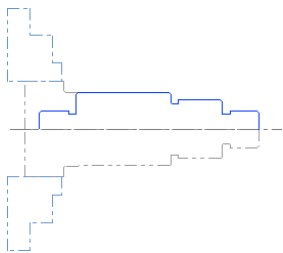

图 18.10 选取图形
Step2. 在“车削素材翻转 属性”对话框的 **图形** 区域中单击 **选择...** 按钮，框选图 18.10 所示的模型边线，按 Enter 键；在 **素材的位置** 区域的 **起始的位置:** 文本框中输入值 90.0，在 **调动后的位置** 文本框中输入值 15.0；在 **最后的位置:** 区域的 **D:** 文本框中输入值 40.0，在 **Z:** 文本框中输入值 15.0。